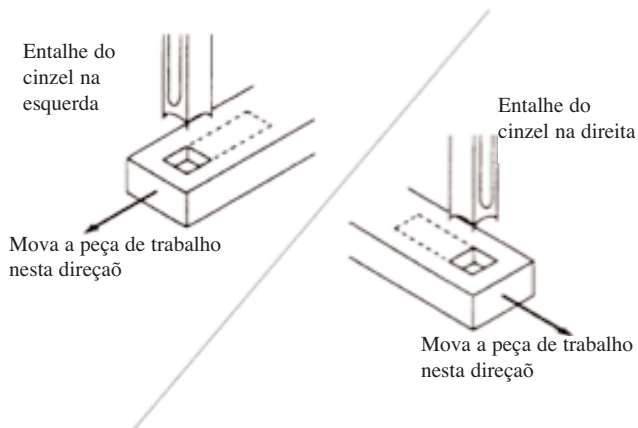

Figura 6
5. Depois do primeiro corte, a peça de trabalho é movido adiante com o volante direito para cada corte sucessivo. A direção de movimento deve permitir que lascas saiam livremente. Mova a peça de trabalho para que o entalhe no cinzel solte as lascas para o lado já cortado da peça de trabalho. Veja a figura 6.